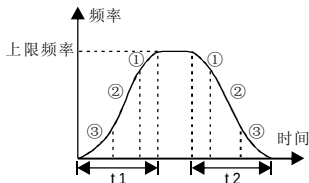

图6-5曲线加减速
1: S曲线加减速方式: 输出频率按照S形曲线递增或递减, 如图6-5所示。
S曲线起始段时间如图6-5中③所示, 输出频率变化的斜率从0逐渐递增。
S曲线上升段时间如图6-5中②所示, 输出频率变化的斜率恒定。
S曲线结束段时间如图6-5中①所示, 输出频率变化的斜率逐渐递减到0。